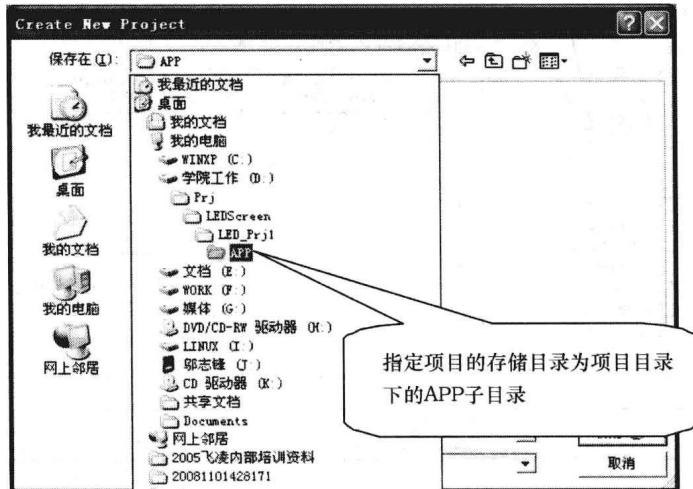

图 1-9 指定项目存储目录
(6) 指定项目的存储目录为新建立的 APP 文件夹,如图 1-9 所示。